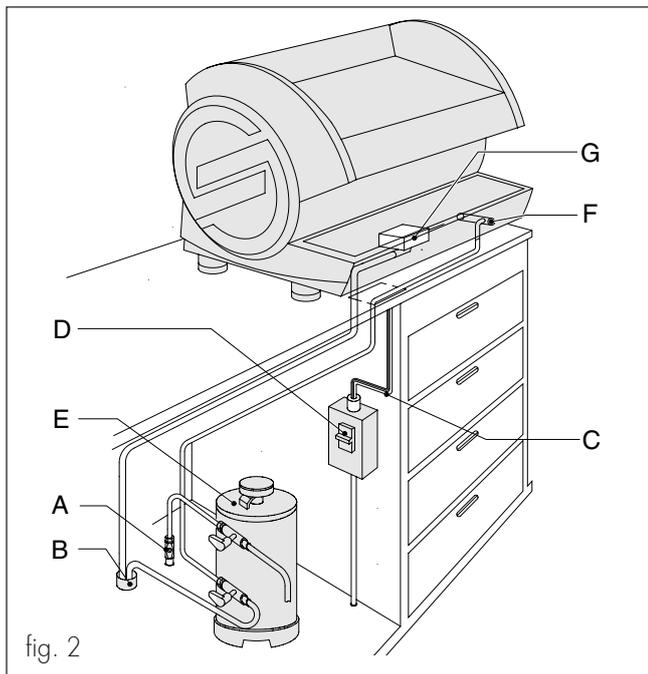

fig. 2
Abrir a torneira da rede hídrica (A) (fig. 2).
Fechar o interruptor de protecção (D) (fig. 2).